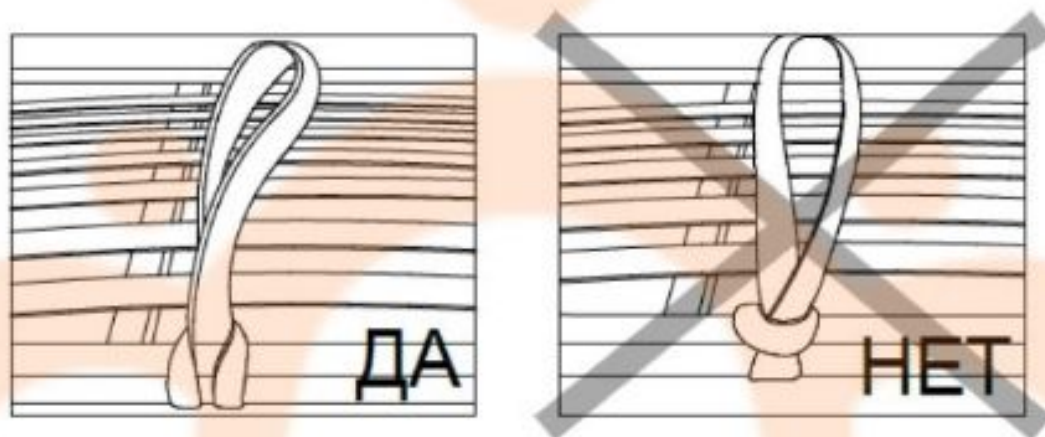

Рис. 6
Закрепите петлей ремень для подъёма (14) на металлической раме ортопедического основания (6), таким образом, чтобы узел был обращен к изголовью кровати, как показано на рис.6, расправьте полосу петли, которая обращена к изножью, чтобы в дальнейшем избежать трения петли о ткань спинки.